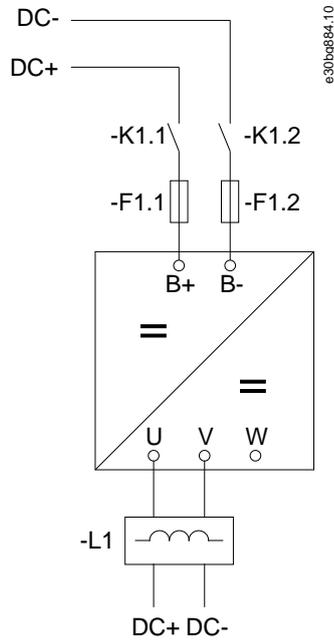

図 26: 筐体サイズ CH3～CH62 の基本配線図
- NXP0016～NXP0730、筐体サイズ CH3～CH62、図 26 をご参照ください。
- NXP0170～NXP0502、筐体サイズ CH61～CH62、図 26 をご参照ください。